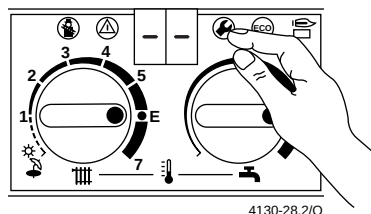

Figura 67
- Premir e manter premida a tecla de serviço até aparecer "--" no display (figura 67).